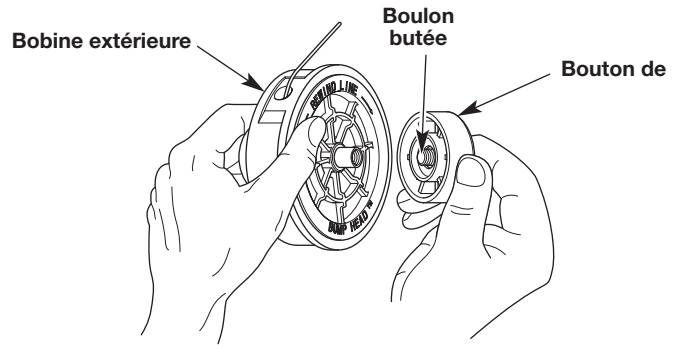

Fig. 13
1. Tenez d'une main la bobine extérieure et dévissez le bouton de butée dans le sens inverse des aiguilles d'une montre (Fig. 13).